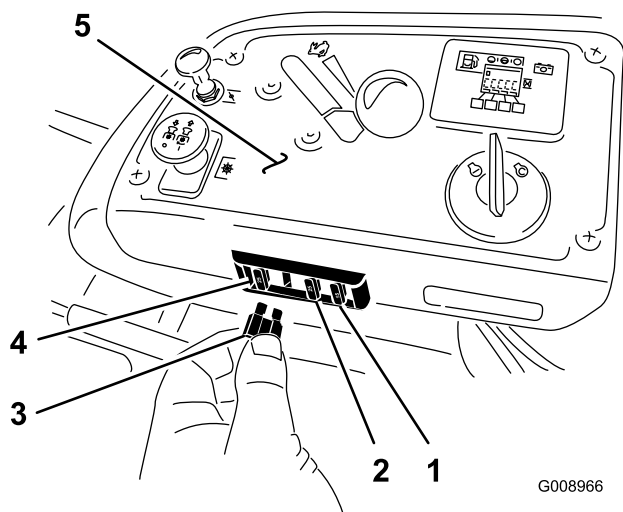

Figure 59
Les fusibles sont situés sur la console droite, près du siège (Figure 59).
2. Remplacez le fusible (Figure 59).